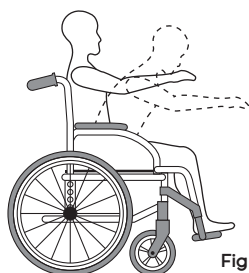

Fig 5
Los límites de equilibrio para alcanzar un objeto se describen en las **[Fig. 5, 6 y 7]**, estos han sido establecidos mediante el estudio de una muestra representativa de usuarios de sillas de ruedas.
- Solamente puede extender los brazos fuera del asiento de la silla de ruedas. **[Fig. 5]**